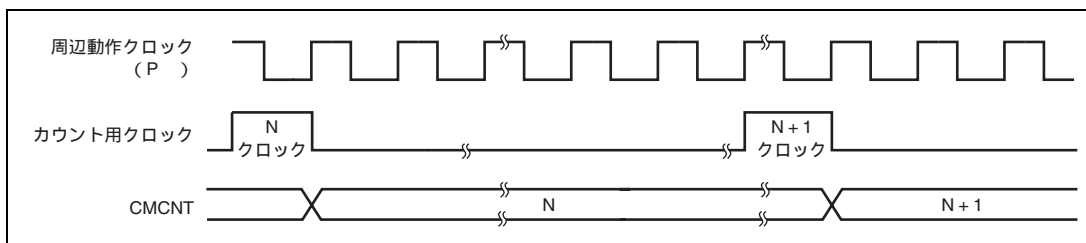

図 14.3 カウントタイミング
クロック (P) を分周して得られた 4 種類のクロック (P /8、P /32、P /128、P /512) のうち 1 つを CMCSR の CKS1、CKS0 ビットにより選択することができます。図 14.3 にそのタイミングを示します。